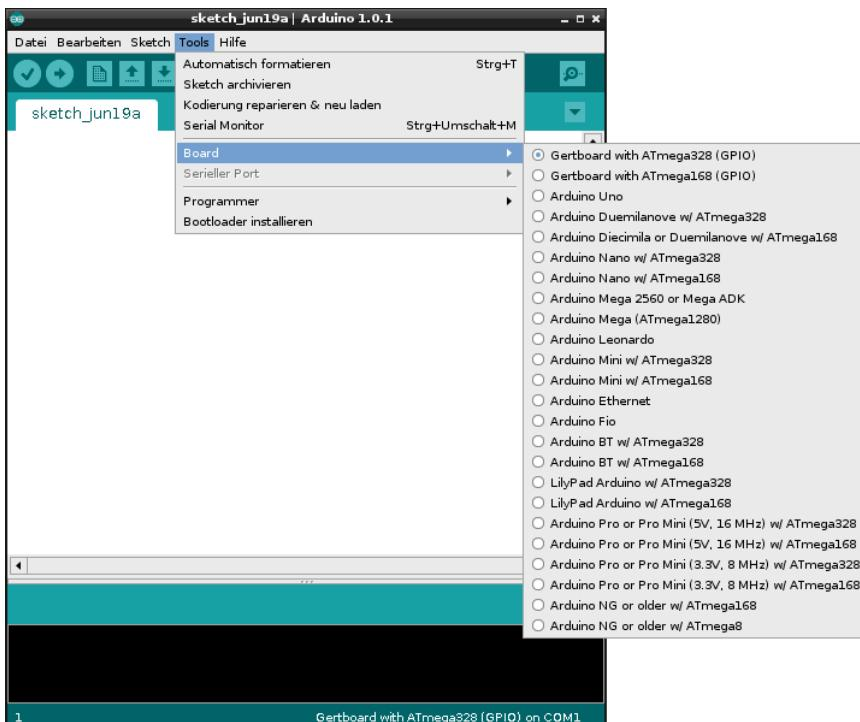

Abbildung 14.13 Auswahl des verwendeten Mikrocontrollers
- ▶ Navigieren Sie zu TOOLS • BOARD, und aktivieren Sie den Eintrag GERTBOARD WITH ATMEGA168 (GPIO) beziehungsweise GERTBOARD WITH ATMEGA328 (GPIO) (siehe Abbildung 14.13).